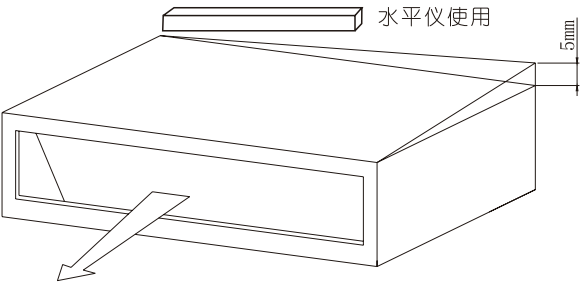

图7 顶面倾斜度
(2) 图7所示,室内机后面稍微低于前面(0mm ~ 5mm),以利于排水。
(3) 调整完毕后,将悬吊螺母拧紧。必须涂上螺纹锁固剂以防螺母松动。安装过程中请用塑料布盖好机器,使之保持清洁。